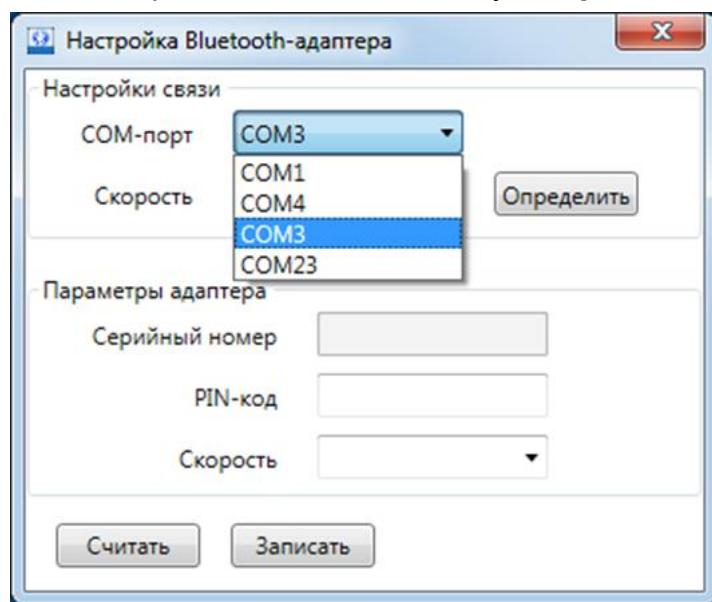

Рис.4. Выбор СОМ-порта для связи с адаптером.
- 3.3.5. Выберите «СОМ порт», соответствующий номеру порта USB-COM моста адаптера ПК и нажмите кнопку «Определить» (рис.4):